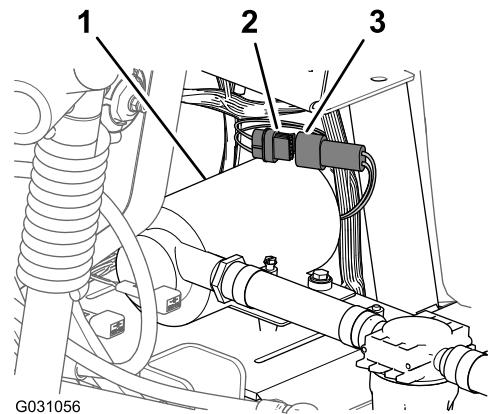

Figura 147
1. Conecte el conector de 6 pines del arnés de cables de la bomba de enjuague al conector hembra de 6 vías del arnés principal trasero (Figura 147).